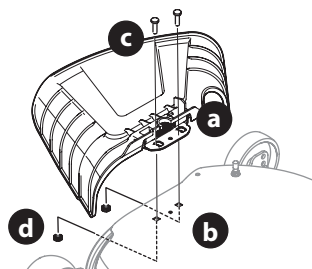

Figura 8
- Con dos pernos de carro (c) y dos tuercas de brida (d), fije el deflector de la tolva a la plataforma (Figura 8). Ajuste a 170-200 in-lb (18,5-23 N-m) (Figura 8). Continúe con "Ajuste de las ruedas de la plataforma".